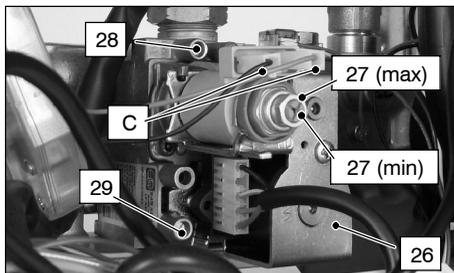

fig. 7.3
Dopo ogni misurazione delle pressioni gas, **richiudere bene** le prese di pressione utilizzate (29 e 28 in fig. 7.3). Dopo ogni operazione di regolazione gas **gli organi di regolazione della valvola devono essere sigillati**.
- 2 A caldaia spenta (fuori servizio), controllare la pressione di alimentazione utilizzando la presa 29 in fig. 7.3 e confrontare il valore letto con quelli riportati nella tabella **Pressioni di alimentazione gas** a pag. 12, 14
- 4 Aprire la presa di pressione 28 in fig. 7.3 e collegare un manometro.
Per tarare la pressione al bruciatore agire sul dado esagonale grande in ottone dell'operatore modulante 27 *max* in fig. 7.3 (ruotando in senso orario la pressione aumenta).
- 9 Sconnettere il filo di alimentazione "C" dell'operatore modulante 27. Fare attenzione che non vada a toccare le parti metalliche della caldaia fig. 7.3
Per tarare la pressione al bruciatore agire sulla vite in plastica (27 min in fig. 7.3) tenendo fermo il dado esagonale in ottone grande (27 max in fig. 7.3) dell'operatore modulante (ruotando in senso orario la pressione aumenta).
- 11 Collegare il filo di alimentazione "C" dell'operatore modulante fig. 7.3
- 15 **Chiudere la presa di pressione 28** in fig. 7.3